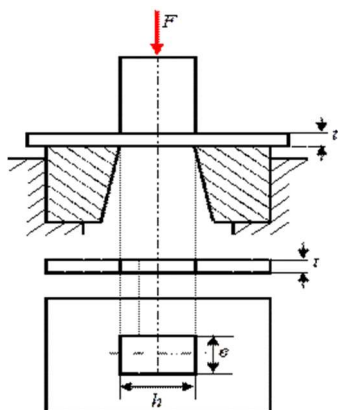

Рисунок 28
1. Определить какую силу  $F$  (рис. 28) надо приложить к пуансону штампа для пробивки в стальном листе толщиной  $t = 4$  мм, размером  $v \times h = 10 \times 15$ , если предел прочности на срез материала листа  $\tau_{\text{пч}} = 400$  МПа. Определить также напряжение сжатия в пуансоне.